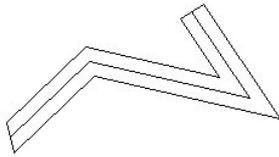

图 3-34 多线起点端点角度不同
- 角度：在“起点”和“端点”对应的输入框中输入角度值，从而控制多线两端的角度的，其有效范围为 10~170 度。图 3-34 为起始端为 60 度，终止端为 90 度，并且两端直线封闭的多线。